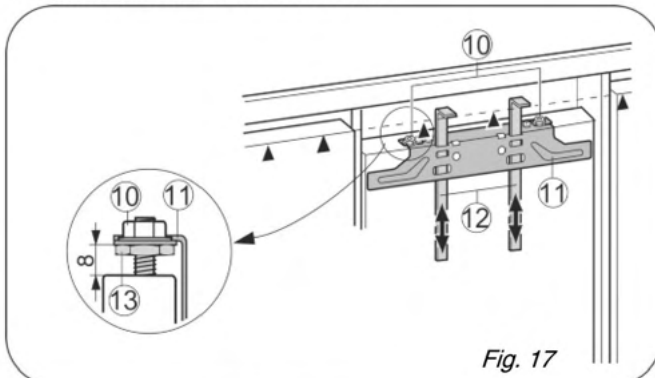

Fig. 17
- Montagehilfen Fig. 17 (12) auf Möbeltürhöhe hochschieben. Untere Anschlagkante ▲ der Montagehilfe = Oberkante der zu montierenden Möbeltür.
- Befestigungstraverse Fig. 17 (11) über die Kontermuttern Fig. 17 (10) abschrauben.